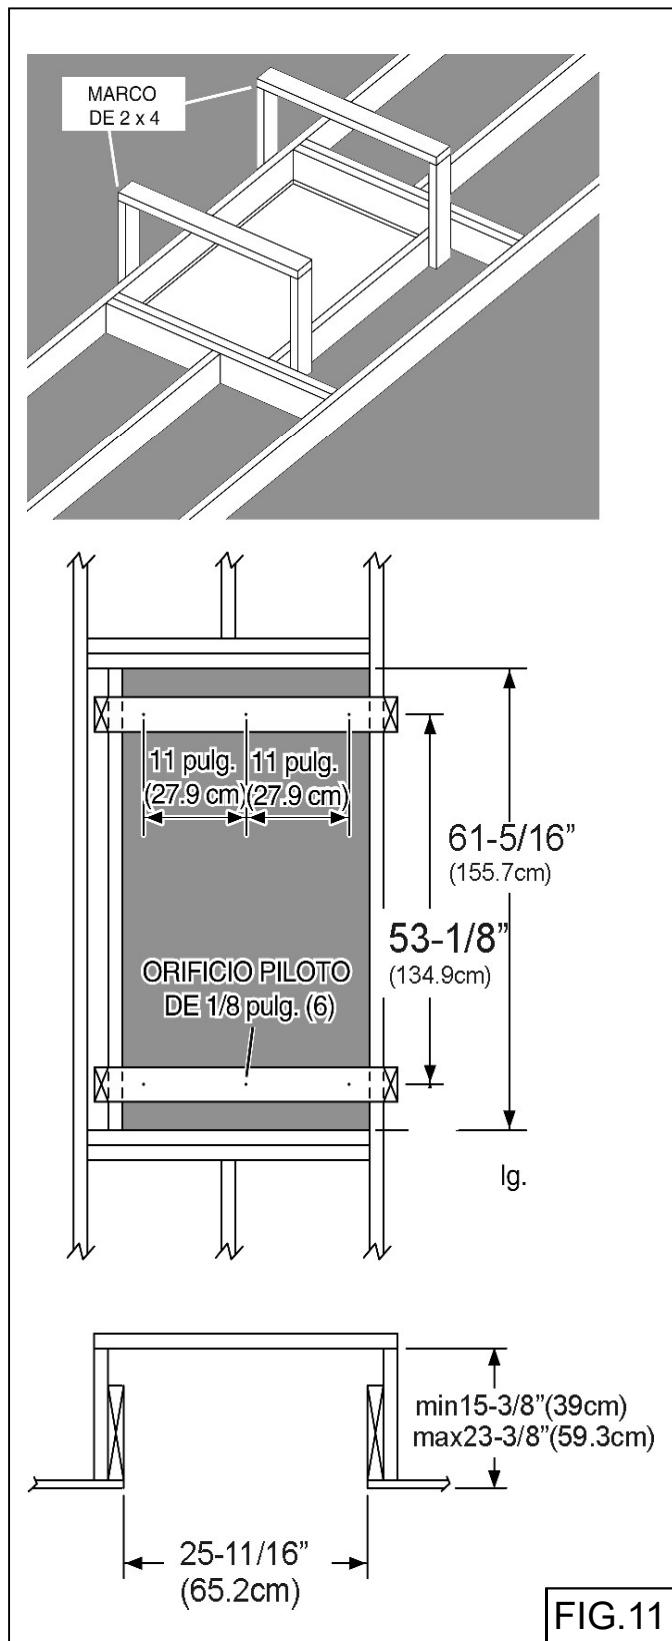

FIG. 11
1. Construya un sistema de marco de madera, como se muestra en la Fig. 11.